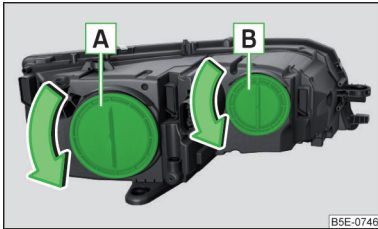

Abb. 361
Glühlampenanzordnung » Abb. 361
- › Die Schutzkappe **A** » Abb. 361 auf Seite 324 in Pfeilrichtung drehen.
- › Die Schutzkappe **A** » Abb. 361 auf Seite 324 einsetzen und entgegen der Pfeilrichtung drehen.
- › Die Schutzkappe **B** » Abb. 361 auf Seite 324 in Pfeilrichtung drehen.
- › Die Schutzkappe **B** » Abb. 361 auf Seite 324 einsetzen und entgegen der Pfeilrichtung drehen.